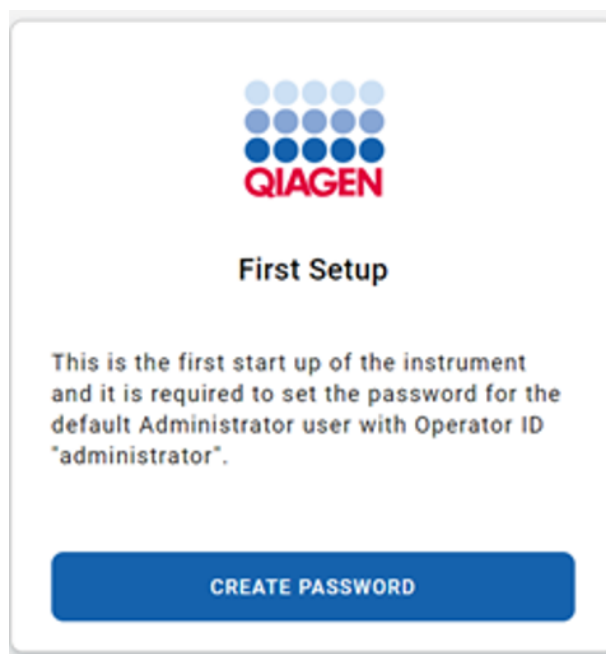

Bild 6. Skärmen First Setup (första installation).
2. När den initiala installationen av QIAstat-Dx Rise är slutförd, måste systemadministratören skapa ett lösenord för standardadministratören (Bild 6).